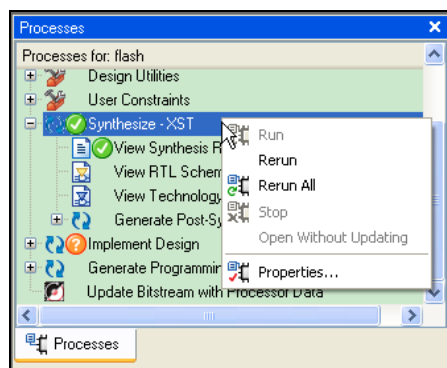

图 2.21 打开 XST 综合工具属性对话框
- (1) 在 ISE 的资源管理窗口中,选择需要综合的顶层文件。
- (2) 在“Process”窗口中,右键单击“Synthesize - XST”,在弹出的菜单中选择“Properties”,如图 2.21 所示。